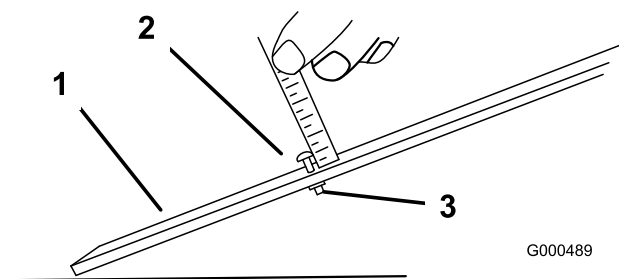

Figura 17
1. Allentate il dado sulla barra di riferimento e impostate il bullone di regolazione all'altezza di taglio desiderata (Figura 17).